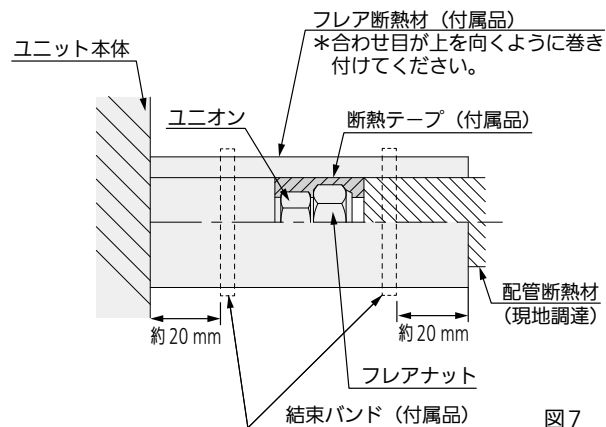

図7
- 図7に従って液管・ガス管とも、断熱してください。フレアナット部に断熱テープ（付属品）を巻き付けてください。配管接続部にはフレア断熱材（付属品）を隙間がないように巻き付け、結束バンド（付属品）で締め付けてください。結束バンドの余分な部分は切断してください。（断熱をしない場合や隙間がある場合、結露して水漏れの原因になります）